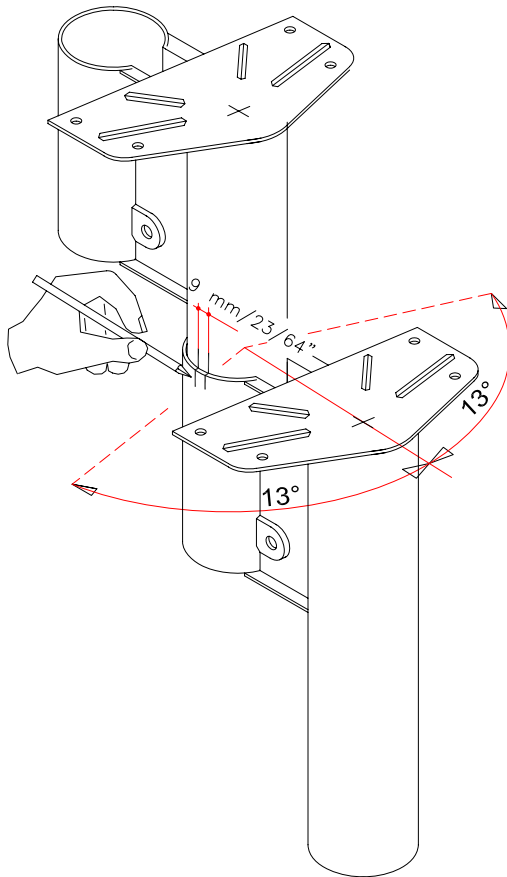

FIG. 6
- a. Tirer avec un crayon, dans le point d'union de deux supports, deux lignes verticales à une distance de 9 mm ($23/64$ ") (pour tourner 13° , configuration B ou C) (fig. 6) ou 13 mm ($33/64$ ") (pour tourner 18° , configuration D) (fig. 8).